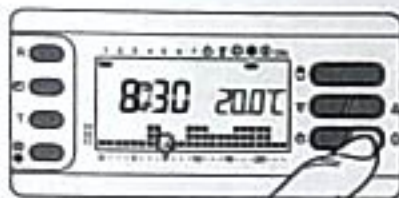

Fig. 45
**9.2** - Premere il pulsante  $\diamond$  (fig. 45). Il segmento sotto il simbolo  $\star$  conferma l'avviamento del programma.